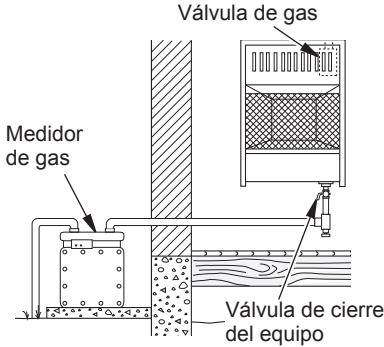

Figura 18 - Suministro de gas natural
3. Revise todas las uniones desde el medidor de gas, tanto para suministro de gas natural o propano/LP, hasta la válvula de cierre del equipo (consulte la figura 18 o 19, página 56). Aplique en todas las uniones algún líquido de detección de fugas que no sea corrosivo. La formación de burbujas indicará una fuga.
4. Revise todas las uniones entre la válvula de cierre del equipo y válvula de control (consulte la figura 18 o 19). Aplique en todas las uniones algún líquido para detectar fugas que no sea corrosivo. La formación de burbujas indicará una fuga.